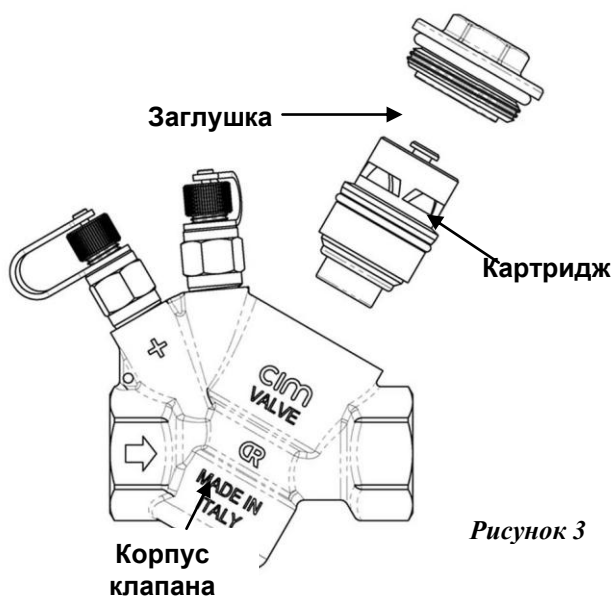

Рисунок 3
- открутите заглушку (см. рис. 3);